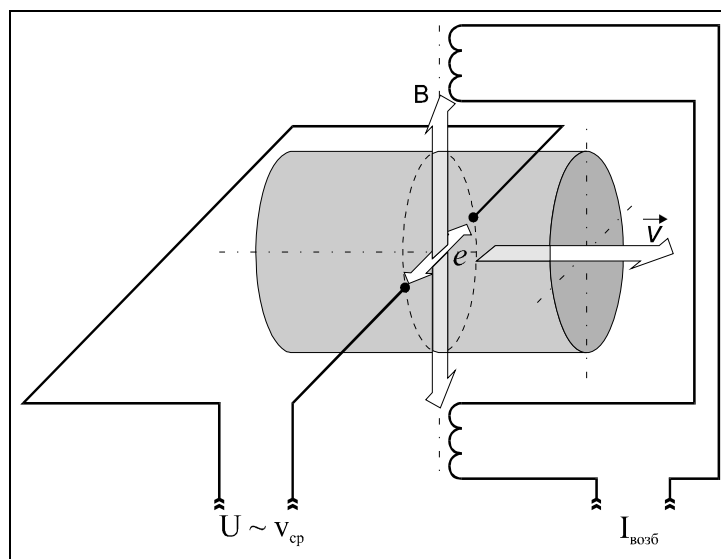

Рисунок 1 — Принцип работы электромагнитного первичного преобразователя (датчика) расхода
1.2.2.2 Принцип действия датчиков расхода ППР основан на явлении электромагнитной индукции. При прохождении электропроводящей жидкости через магнитное поле в ней, как в движущемся проводнике, наводится электродвижущая сила (ЭДС), пропорциональная средней по сечению проточной части датчика скорости жидкости (рисунок 1). ЭДС снимается двумя электродами, расположенными диаметрально противоположно в одном поперечном сечении заподлицо с ее внутренней поверхностью. Сигнал от электродов по экранированному кабелю подается на вход электронного блока, обеспечивающего его дальнейшую обработку.